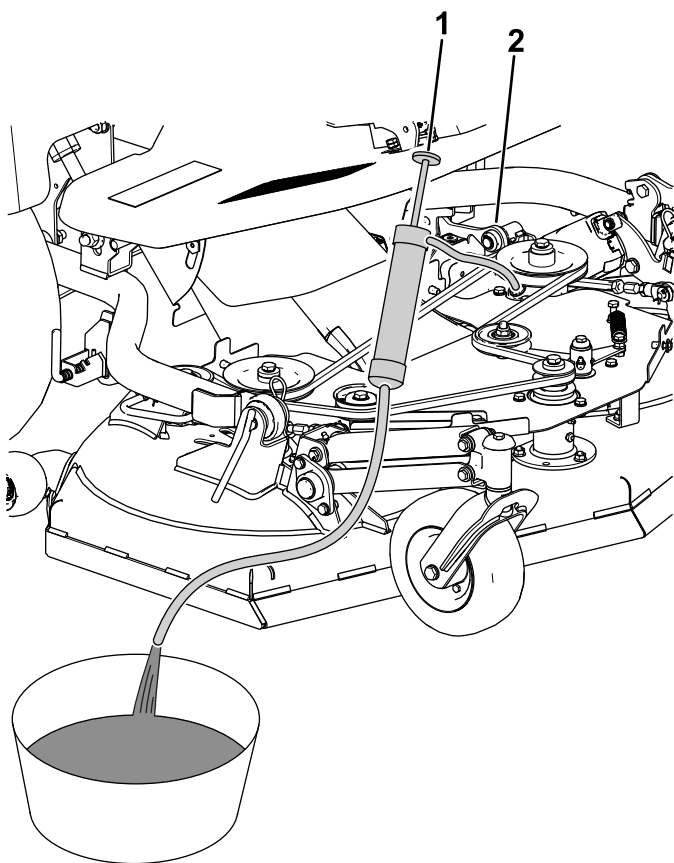

Bild 95
3. Saugen Sie das Getriebeöl aus dem Getriebe ab (Bild 95).